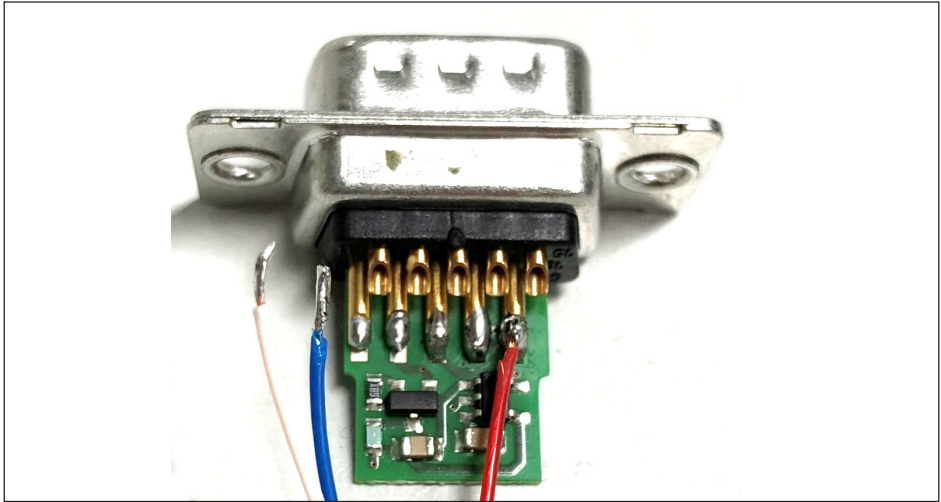

Abb. 2.6 Ansicht des TEDS-Moduls im Stecker von unten, Pin 10 ist angelötet.
- ▶ Löten Sie den Anschluss 4 des Aufnehmers (rot) an Pin 10 (Abb. 2.6). Bei einer Halbbrücke entfällt dieser Anschluss, fahren Sie in diesem Fall mit dem nächsten Schritt fort.